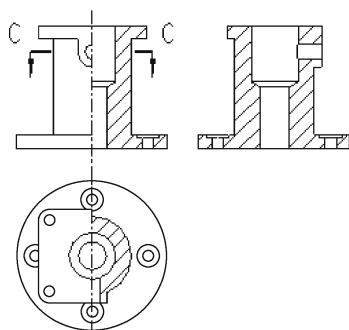

图 10-153 修改注释
(21) 切换至【注释】选项卡，调整主视图中剖切符号的位置。
(22) 按住 <Ctrl> 键选择自动生成的多余文字，直接按 <Delete> 键将其删除，结果如图 10-153 所示。